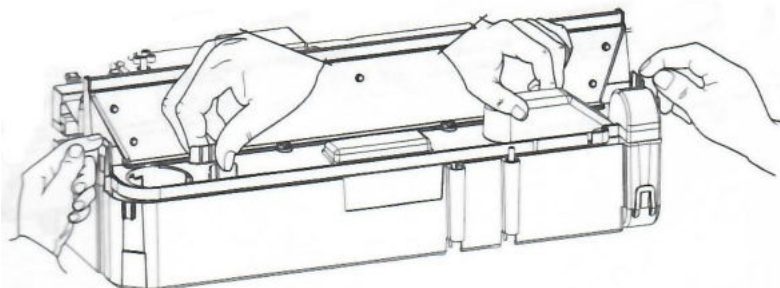

Fig 31
5. Sie sehen zwei orange Klips, die die Düse auf dem Sumpf befestigen, ein Klip befindet sich auf der rechten und der andere auf der linken Seite der Düse. Auf der linken Seite drücken Sie den Klip mit einer Hand herunter und mit der anderen heben Sie die Düse heraus. Gehen Sie auf der anderen Seite genauso vor (Abb. 31).